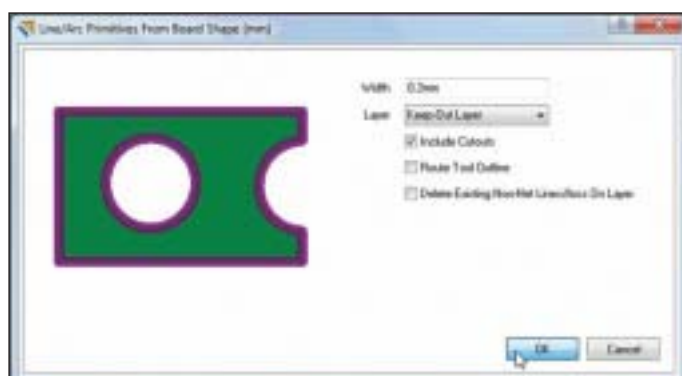

Рис. 72. Область ограничения трассировки
2. В появившемся диалоговом окне установите толщину линий контура 0,2 мм, слой размещения *Keep-Out Layer* (рис. 72).